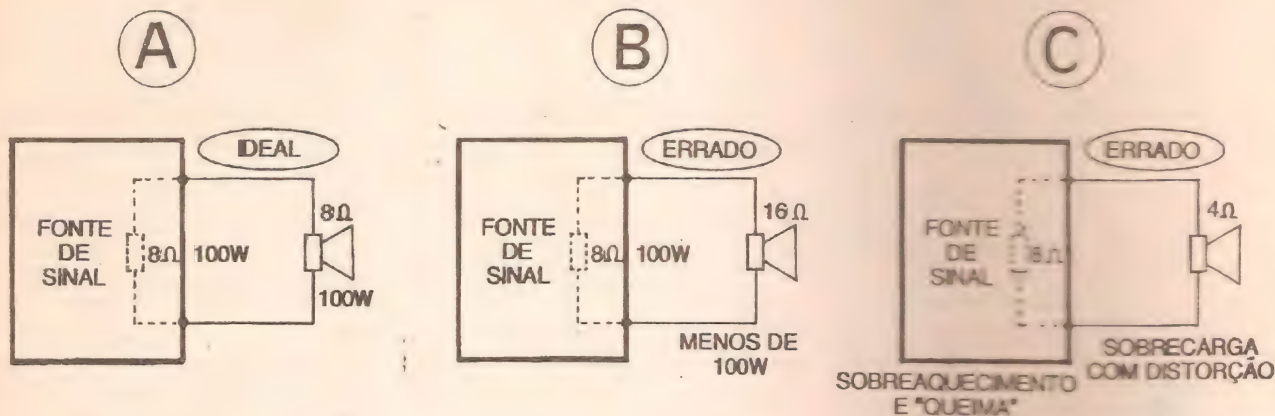

Fig.7
- FIG. 7 - MASTIGANDO O CASAMENTO DE IMPEDÂNCIAS... - Nos três itens da figura, o leitor/ *aluno* encontra importantes subsídios práticos... em 7-A temos um *arranjo* considerado de *casamento perfeito*, no qual se obtém a melhor eficiência/qualidade na *tradução* dos sinais elétricos em manifestações acústicas...! Já - como em 7-B - quando a IMPEDÂNCIA do alto-falante é *maior* do que a apresentada pela saída da fonte de sinal, o rendimento da *tradução* ficará nitidamente prejudicado! No caso do exemplo, uma fonte de sinal com IMPEDÂNCIA de 8 ohms, fornecendo 100 watts, é acoplada a um falante (ou conjunto de falantes, não importa...) com IMPEDÂNCIA de 16 ohms... O sistema não consegue *passar* os indicados 100 watts ao ambiente, na forma de SOM...! A *wattagem* final, acusticamente obtida, será inevitavelmente *menor* do que o parâmetro de POTÊNCIA disponível na fonte de sinal...! Estaríamos, no caso, *desperdiçando* POTÊNCIA...! Numa outra possibilidade (7-C), se a IMPEDÂNCIA do alto-falante (ou conjunto de transdutores, conforme já visto na primeira parte da presente *aula*...) for *menor* do que a apresentada pela fonte de sinal (saída de amplificador), teremos uma série de problemas - aparentemente, estare-